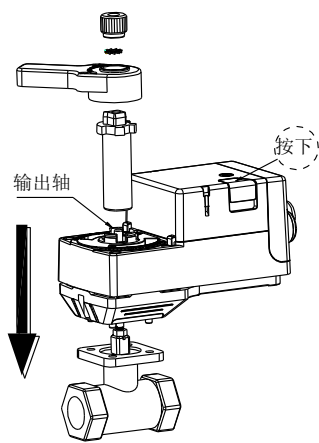

图 5
- 如图 5，按下执行器离合按钮，同时顺时针旋转输出轴至全关(无法转动的位置)，再松开离合按钮。执行器连接件定位柱对准阀门法兰盘 4 个定位孔卡入，装入连接杆，并确保其下部方孔套住阀杆，再依次装入手柄、防滑垫片、螺帽。